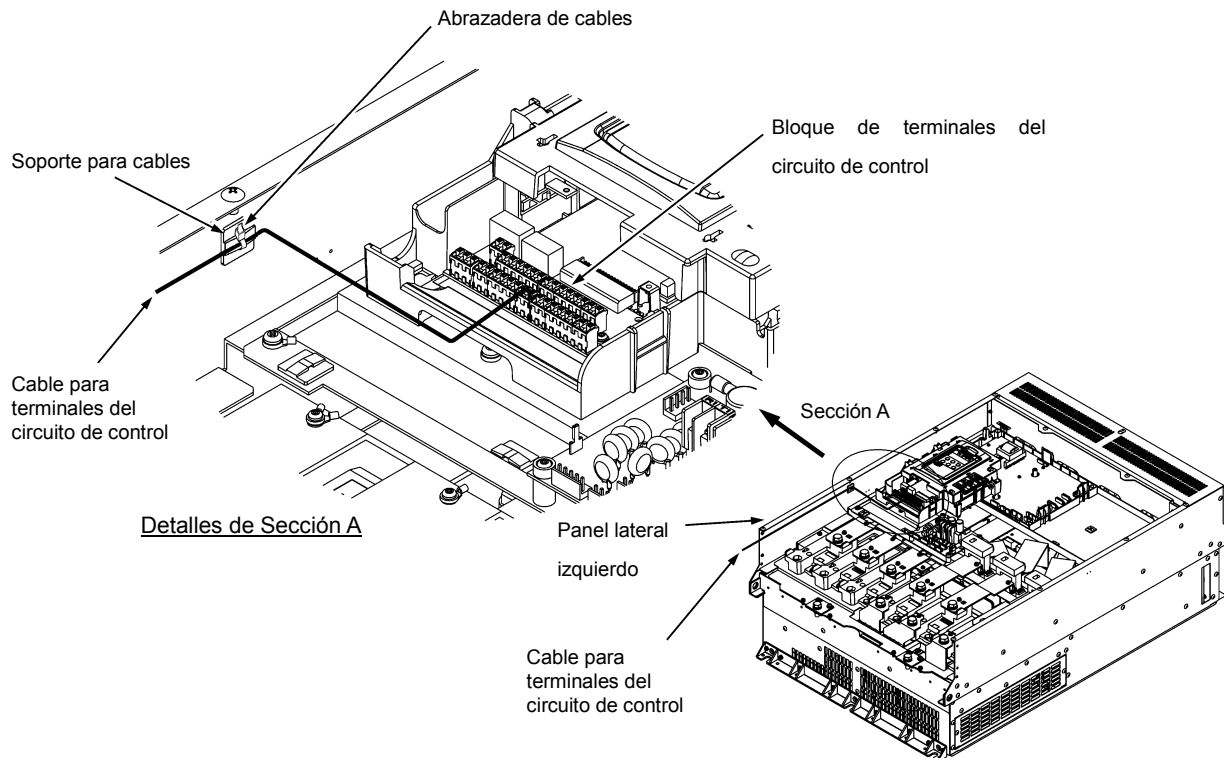

Figura 2.19 Conducción de cables y fijación de cableado del circuito de control
- (1) Conduzca los cables del circuito de control por el panel lateral izquierdo hacia la parte exterior del inversor, como se muestra en la Figura 2.19.
- (2) Fije los cables al soporte de cableado utilizando una abrazadera de cables (p. ej., Insulok) con 3.8 mm o menos de ancho y 1.5 mm o menos de grosor.